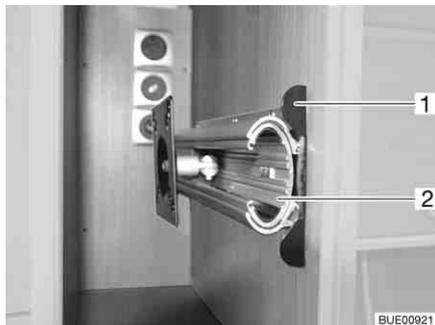

Fig. 67 Soporte en el armario de TV
- Hundir el listón de desbloqueo (Fig. 67,1).
- Extraer el dispositivo de extracción (Fig. 67,2) hasta el tope.
- Introducir el dispositivo de extracción (Fig. 67,2) hasta que engatille el listón de desbloqueo (Fig. 67,1).